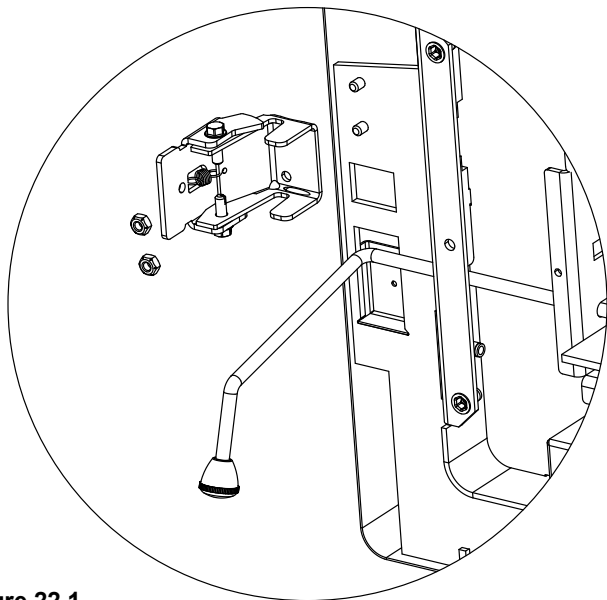

Figure 22.1
- Installez le verrou de l'ARS en glissant l'ensemble du verrou sur les 2 goujons sortant du fond gauche de l'appareil. Fixez en utilisant deux écrous à l'aide de la clé à douille 7/16 (**Figure 22.1 à la page 22**).